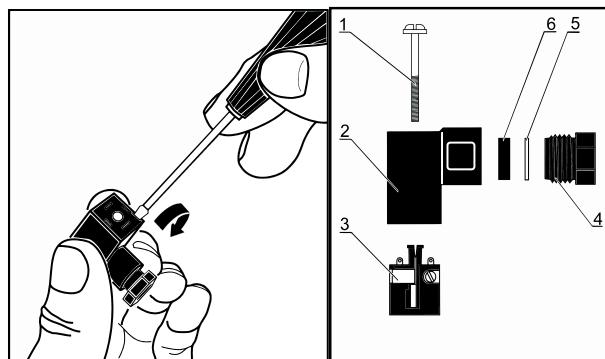

Рисунок 4.3 – Монтаж проводов
- 5. Для датчиков с DIN разъемом (см. рисунок 4.3):